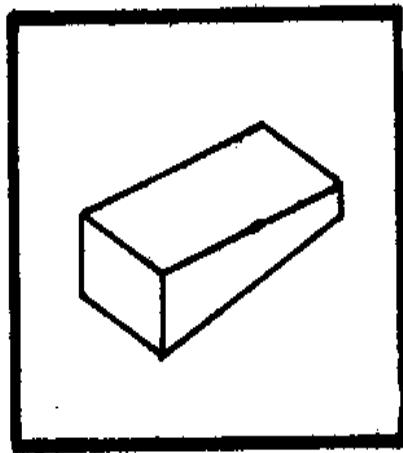

Fig. 17 - Side Taper.
(2) Arregle el crujido del extremo moviendo el más bajo ajustando echan el cerrojo a en situación opuesta hacia el centro el extremo increíble contra el pistón, como en párrafo 55.
59. Side el Afilamiento (Vea Fig. 17.)